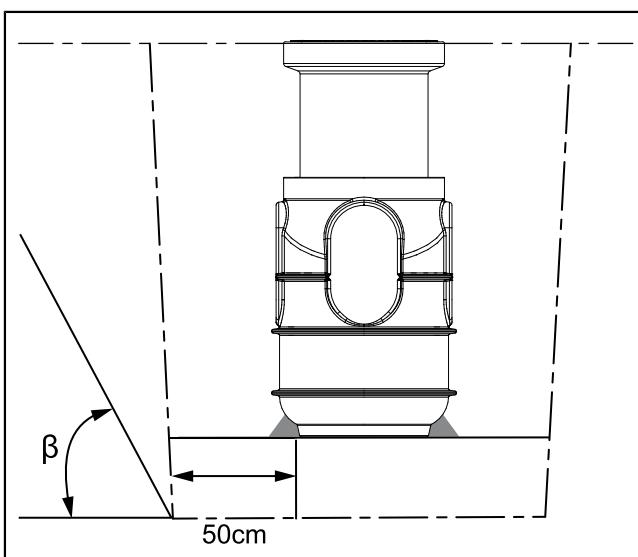

Abb. 1: Bodenaushub
- Verbleibenden Zwischenraum (siehe "Abb. 1: Bodenaushub", Seite 11) abschnittsweise mit 0/16 Füllmaterial verfüllen. Nach 30 cm jeweils auf Dpr = 97% verdichten, bis Höhe Bodenkante oder Standard-Straßenaufbau.